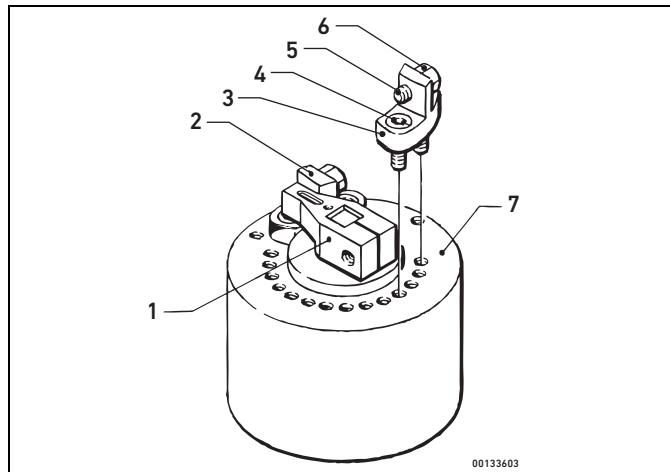

Fig. 5: Montare un arresto regolabile
L'attuatore rotante nelle grandezze da 2 a 5 presenta un arresto regolabile, costituito da un braccio oscillante fissato all'albero dell'attuatore rotante nella parte posteriore e due arresti regolati da una vite di regolazione. Il braccio oscillante (1) e l'arresto del punto di riferimento (2) sono già montati alla consegna. L'arresto dell'angolo di rotazione (3) deve essere installato durante il montaggio (ved. Fig. 5).
1. Portare l'arresto dell'angolo di rotazione (3) nella posizione desiderata (con intervalli di 15°) con l'aiuto delle viti fornite (4).
2. Fissare la vite di regolazione fine (5) e il controdado (6) nell'arresto dell'angolo di rotazione.